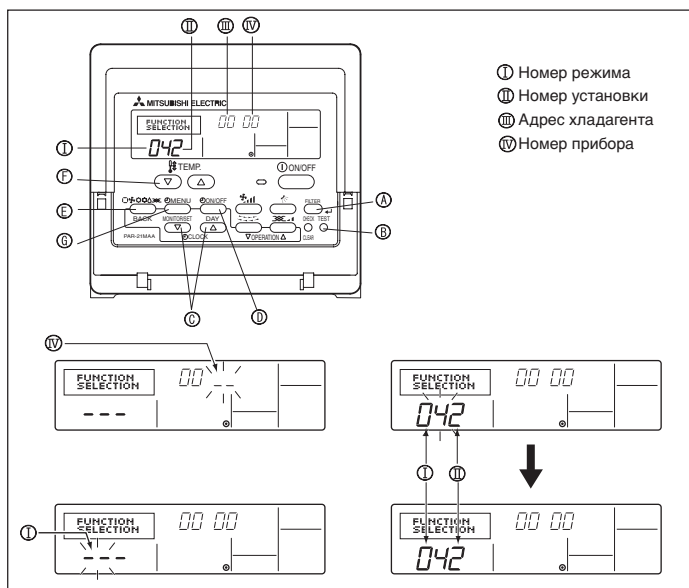

Fig. 6-9
1) Для проводного пульта дистанционного управления (Fig. 6-9)